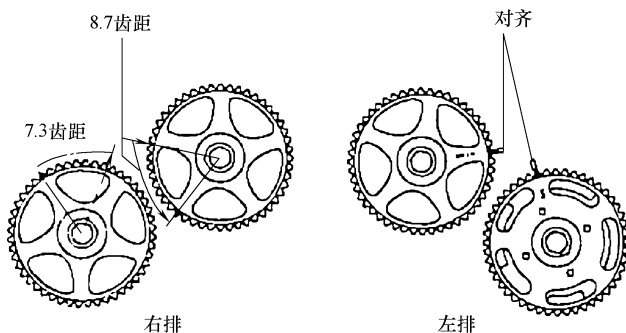

图 29-5 安装凸轮轴链轮并设置到初始安装状态
4) 如图 29-5 所示，安装凸轮轴链轮并将其设置到初始安装状态。